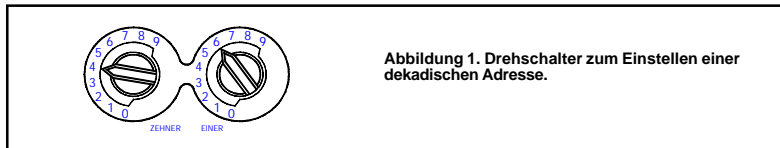

Abbildung 1. Drehschalter zum Einstellen einer dekadischen Adresse.
- Stellen Sie die Melderadresse (siehe Abbildung 1) mit einem Schraubendreher mit flacher Klinge an den beiden Drehschalter ein, indem Sie